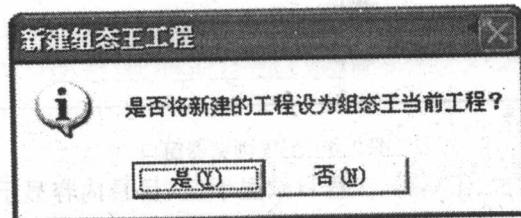

图 2.5 新建工程向导之四对话框
- (5) 单击“完成”按钮弹出对话框询问是否将该工程设为组态王当前工程,如图 2.5 所示。